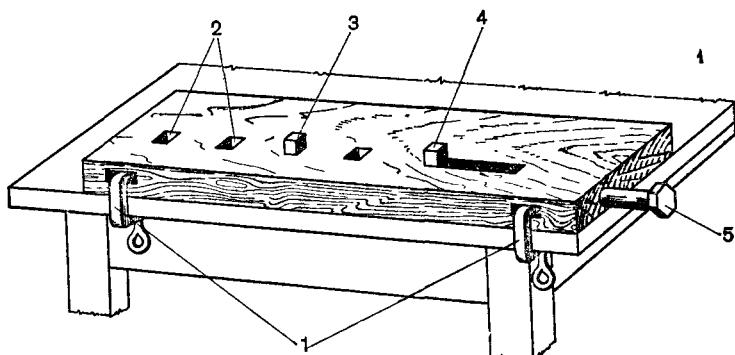

Рис. 4. Накладная доска:
*Накладная доска* (рис. 4) изготавливается из дубовой или буковой фугованной доски толщиной 45—50, длиной 1500—1800 и шириной 250—350 мм. Вдоль переднего края доски через каждые 100 мм делают отверстия для нагелей. С правой стороны по оси отверстий для нагелей сверлят отверстие, в которое должен свободно войти зажимной болт  $\varnothing$  10—12 мм. Гайку для болта крепят